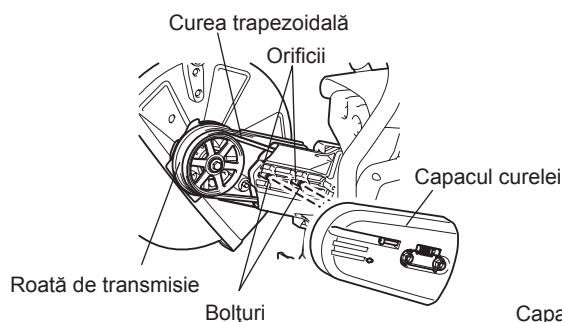

Fig. 6
- (6) Rotiți accesoriul de tăiere demontat, treceți bolțul prin orificiu și remontați în direcția B. Remontați curea trapezoidală pe roata de transmisie. (Fig. 6)